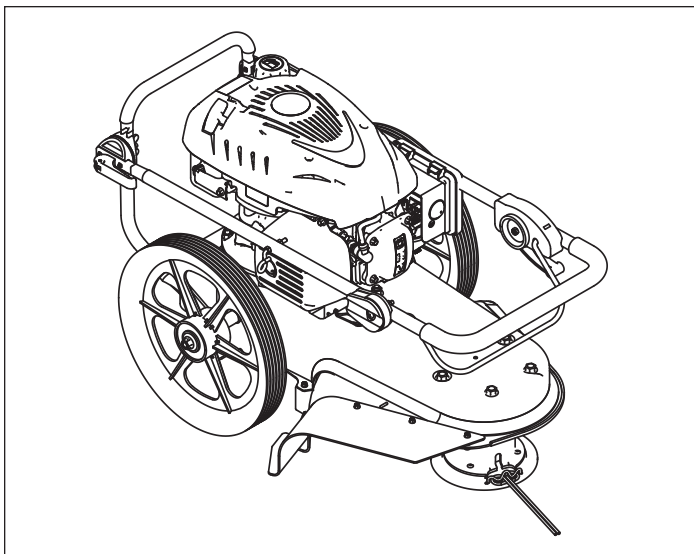

FIGURE 2 : La tondeuse telle qu'elle est livrée.
4. Sortir la tondeuse du carton. **VOIR FIGURE 2.**